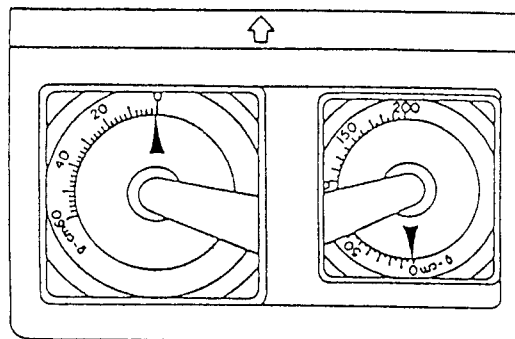

Fig. 3-17
7. TORQUE CONFIRMATION (Fig. 3-17)